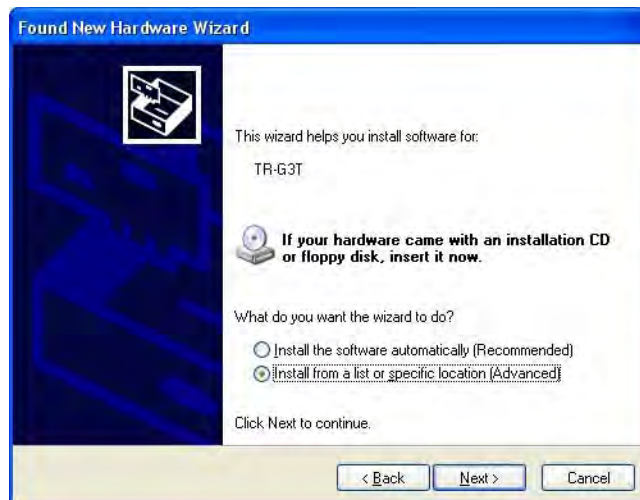

Рисунок 12. Мастер установки нового оборудования - Шаг 2
- Выберите *Install from a list of specific location* и нажмите *Next* (Рис. 12).